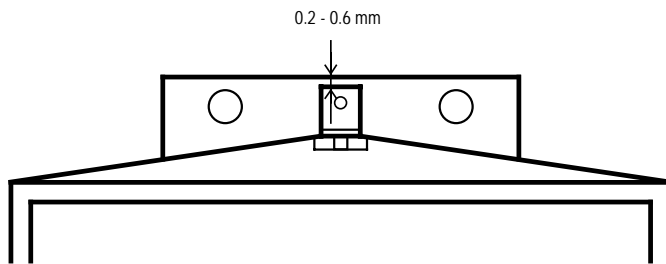

Fig. 5
- Spindelnullpunkt kontrollieren, siehe Fig. 5.